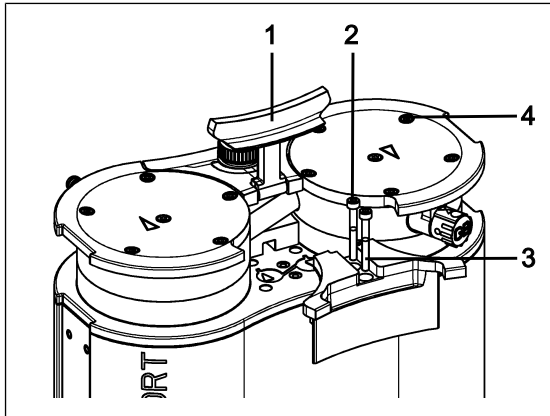

Abb.8: Blende abmontieren
1. Stellen Sie den Griff (1/Abb. 8) in eine senkrechte Position.
2. Lösen Sie die Schrauben (2/Abb. 8) der Blende (3/Abb. 8).
3. Entfernen Sie die Blende (3/Abb. 8).
4. Lösen Sie die außenliegenden Kopfschrauben (4/Abb. 8).
1. Markieren Sie Druckplatte (2), Kopfdeckel (3), Zwischenplatte (6) mit einem durchgehenden Bleistiftstrich. Dadurch wird verhindert, dass die Teile später falsch montiert werden.
2. Lösen Sie die außenliegende Schrauben (4/Abb. 8) von den Pumpenköpfen.
1. Bringen Sie die Membranen (7) in Mittelstellung.
2. Drücken Sie den Rand der Membrane (7) rundum an. Drücken Sie die Membrane (7) nur an einem Pumpenkopf an.
3. Setzen Sie die Zwischenplatte (6) mit Ventilplatten/Dichtungen (4) entsprechend dem Bleistiftstrich auf die Aufnahme.
4. Setzen Sie den Kopfdeckel (3) entsprechend Passstift (5) auf die Zwischenplatte (6).
5. Setzen Sie die Druckplatte (2) entsprechend Bleistiftstrich auf den Kopfdeckel.
7. Ziehen Sie die Schraube (1) in der Mitte der Druckplatte fest (Anziehmoment: 1 Nm).
9. Setzen Sie die Pumpenköpfe (bestehend aus Kopfdeckel (3), Zwischenplatte (6) mit Ventilplatten/Dichtungen (4) und Druckplatte (2)) zusammen mit dem Verschaltungsrohr entsprechend dem Bleistiftstrich auf das Pumpengehäuse.
10. Montieren Sie die Griffblende (3/Abb. 8).
11. Ziehen Sie die Schrauben (2/Abb. 8) der Griffblende (3/Abb. 8) an (Anziehmoment: 2 Nm).